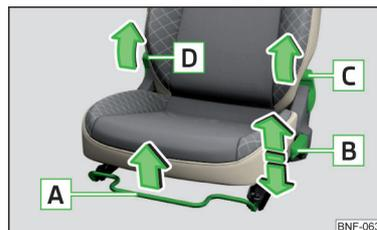

Fig. 50 Éléments de commande sur le siège avant à gauche
Les sièges peuvent être réglés en tirant, en tirant ou en enfonçant l'élément de commande dans le sens de la flèche » fig. 50.
- Tirez la manette **D** » fig. 50 et rabattez le dossier entièrement vers l'avant.